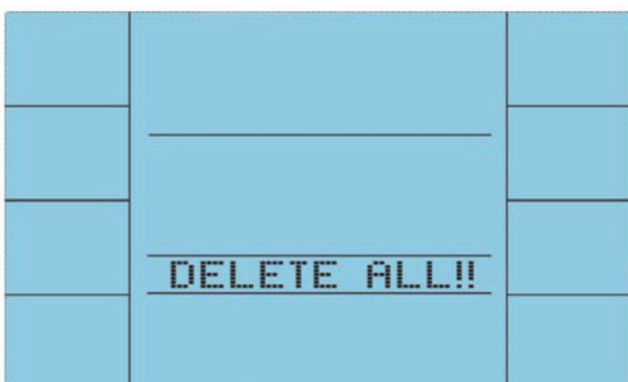

Abb. 59
3. Alle Daten löschen: Unter Kalendereingabe oder RECORDED DATA Kontrolle drücken Sie SAVE/DELETE für sechs Sekunden. DELETE ALL! wird angezeigt (Abb. 59). Bestätigen Sie mit ENTER.